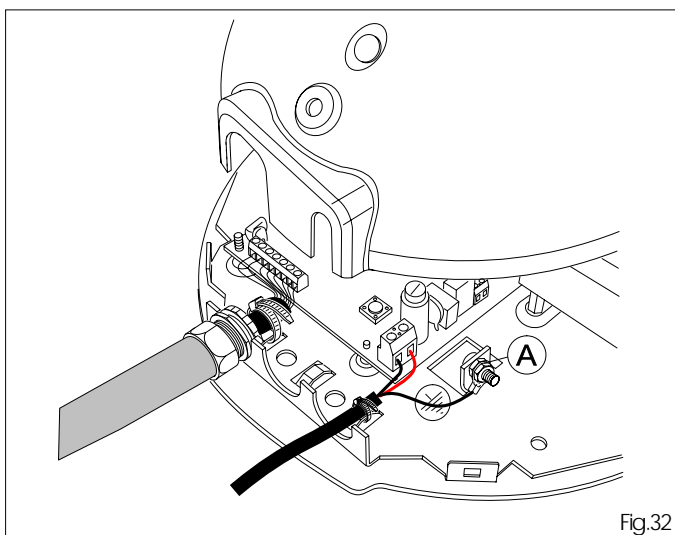

Fig.32
9.3 Positionner l'oeillet de masse dans la vis, ajouter une rosette et bloquer avec un écrou (fig. 32 rif.A).
9.4 Si, des passe-tubes sont utilisés pour le blocage des câbles, réaliser l'oeillet comme illustré par la figure 32.